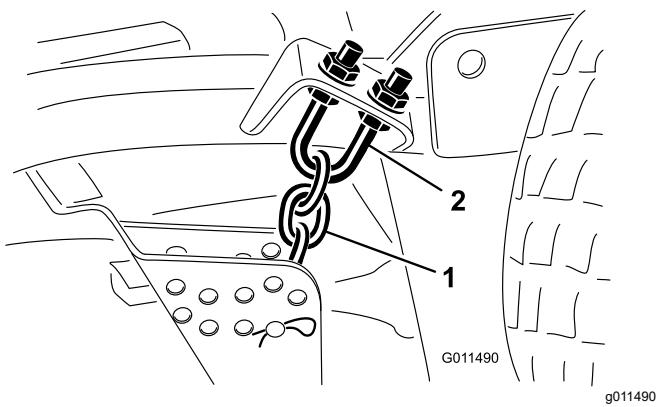

Рисунок 120
- Ослабьте верхние или нижние контргайки на U-образном болте цепи регулировки высоты скашивания (Рисунок 120).